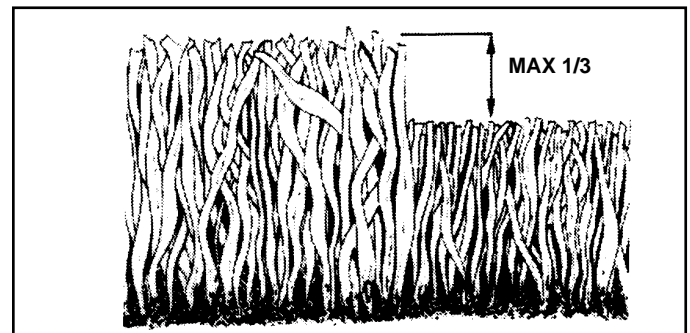

FIG. 10
- Pour les meilleurs résultats, ajustez la hauteur de coupe de tondeuse afin que la tondeuse coupe seulement le tiers du haut de l'herbe (Voir la Fig. 10). Pour les conditions très difficiles, réduisez votre largeur de la coupe sur chaque passage et tondez lentement.